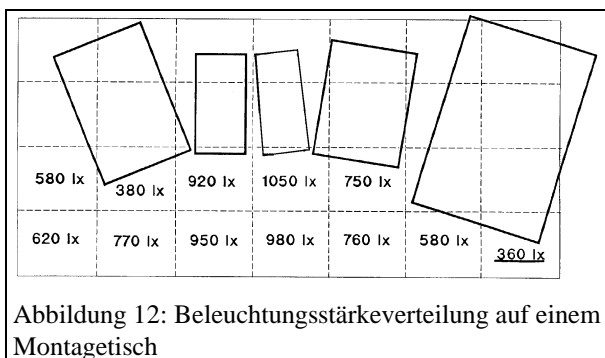

Abbildung 12: Beleuchtungsstärkeverteilung auf einem Montagetisch
- abhängig von Anordnung u. Beleuchtungsstärke der Lampen/Leuchten u. Fenster. Möglichst gleichmäßiges Beleuchtungsniveau, ausgewogenes Verhältnis der Leuchtdichten (nicht ständiges Umadaptieren), siehe Abbildung 12.